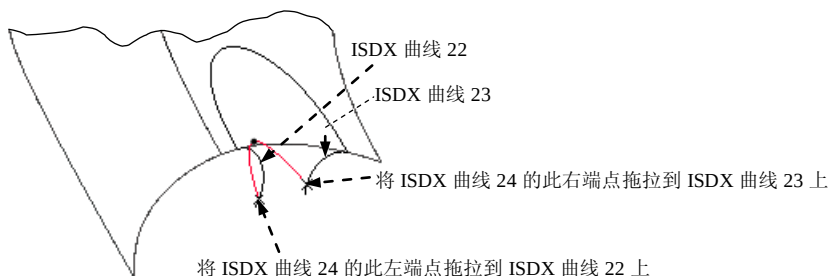

图 8.8.77 对齐端点
② 按住 Shift 键, 将 ISDX 曲线 24 的左端点拖拉到 ISDX 曲线 22 上, 将右端点拖拉到 ISDX 曲线 23 上, 这两端点将变成小叉 “×”, 如图 8.8.77 所示。